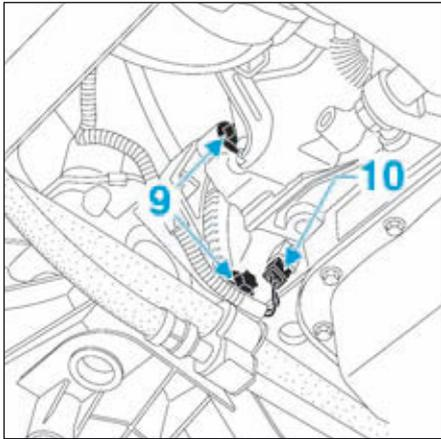

FIG.7
- Déposer les vis de fixation (9), puis débrancher le connecteur électrique (10) (Fig.7).